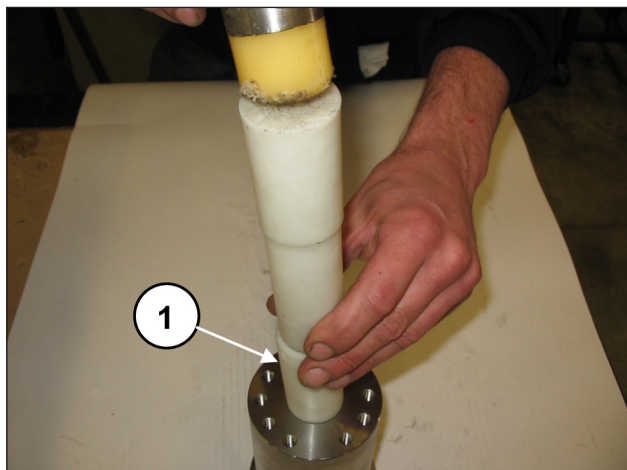
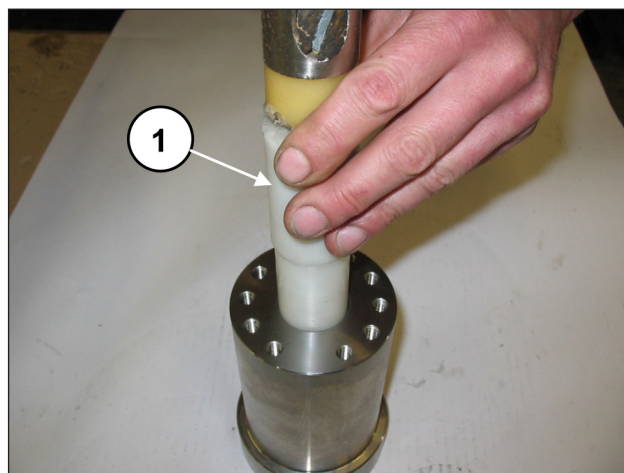

Fig. 130
Fig. 131
Per un corretto posizionamento assiale della bussola utilizzare l'apposito attrezzo (cod. 27911200 per SK20, cod. 27911400 per SK22, cod. 27911500 per SK24, cod. 27911600 per SK26, cod. 27911700 per SK28 e cod. 27911800 per SK30) (pos. ①, Fig. 130 e Fig. 131).